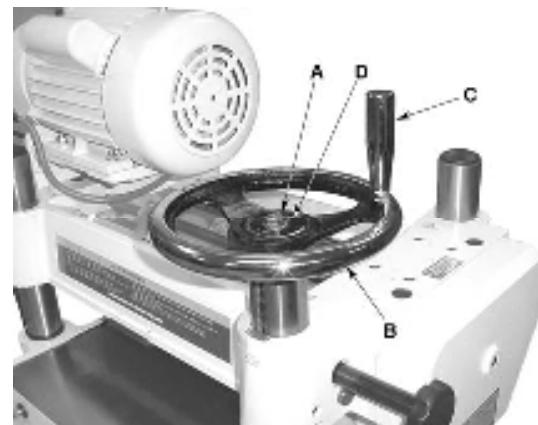

Рис. 4
2. Установите маховик (В, рис. 4) на вал таким образом, чтобы маховик сел на шпонку.
3. Освободите клейкий слой наклейки-указателя направления, которая поставляется в пакете с крепежом. Наклейте наклейку на вал и прижмите к маховику(Д, Рис. 4).
5. Установите ручку «С» в резьбовое отверстие маховика (С, рис. 4), затяните ее ключом над плоским промежутком (12 мм) на ручке.